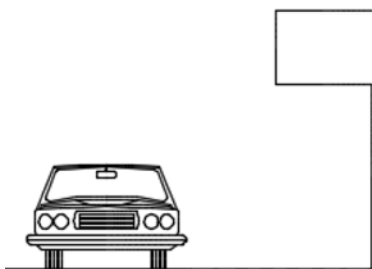

图 4-45 原始图形
① 在“快速访问”工具栏中单击“打开”按钮，选择“移动即学即练.dwg”图形文件来打开，文件中的原始图形如图 4-45 所示。
② 确保使用“草图与注释”工作空间，从功能区“默认”选项卡的“修改”面板中单击“移动”按钮，接着根据命令行提示进行以下操作。